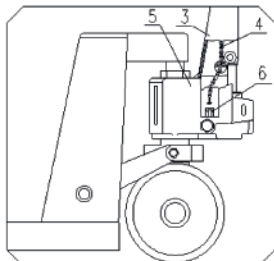

Figura 2
3.4 Observe la figura 2. Coloque la cadena 4 de la palanca y atravesese en medio del rodillo del pasador 1.
3.5 Tome la tuerca del tornillo que se encuentra al final de la cadena 4 y enganche a la ranura de la placa de la palanca 6. Observe figura 2 y figura 4.